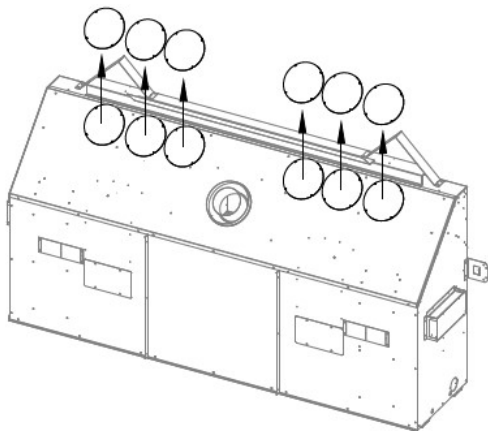

Figure 4.1 - Retrait des couvercles
1. Retirez les (24) vis à métal retenant les (6) couvercles sur le dessus du foyer, tel que montré à Figure 4.1. Jetez (ou recyclez) ces couvercles. Conservez les vis à métal pour l'étape suivante.